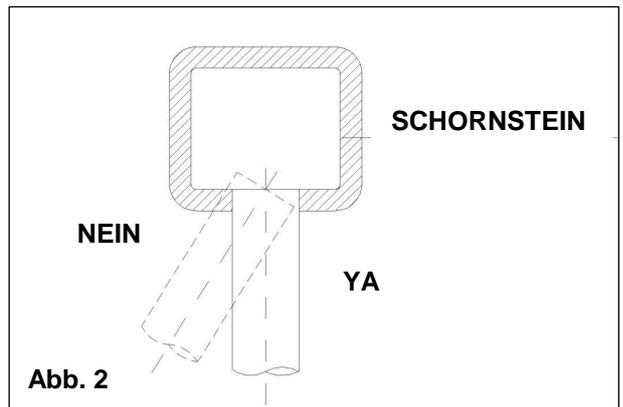

Abb. 2
- Die Abluftleitung muss senkrecht zur internen Wand gegenüber dem Schornstein oder dem Rauchabzugsrohr (Abb. 2) sein;